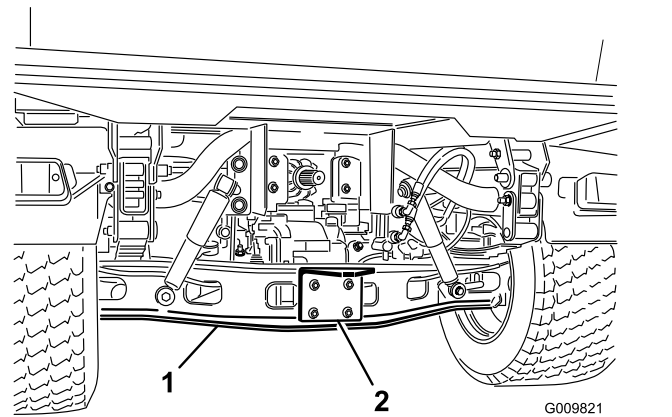
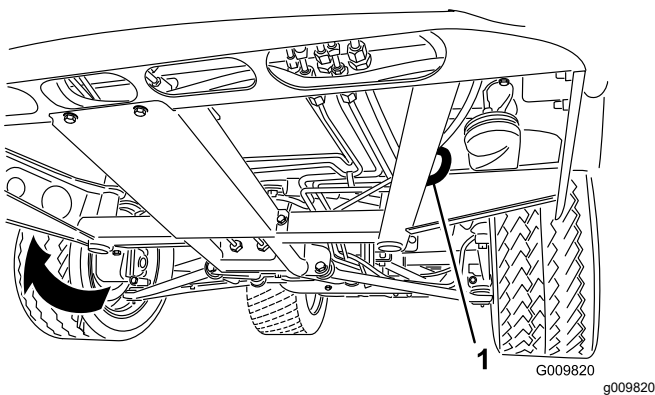

Figura 17
Figura 16
Consulte en Figura 16 y Figura 17 la ubicación de los puntos de amarre de la máquina.
1. Conecte un cable de remolque al punto de remolque, en la parte delantera del bastidor de la máquina (Figura 16).